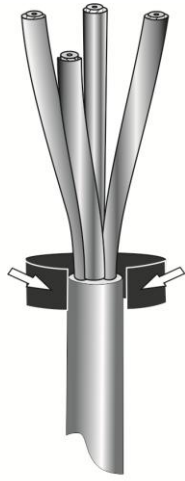

Рис.4
4.Обернуть срез оболочки кабеля герметиком (Рис.4).